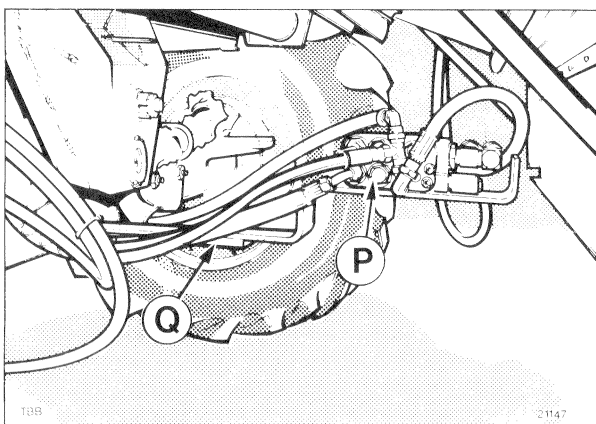

Fig. 182
Vérifier que la disposition des tuyauteries hydrauliques est satisfaisante, si nécessaire, repositionner la valve P (Fig. 182) sur son support (Q) (la figure représente le réglage minimum de la voie arrière).